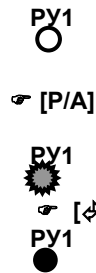

Рисунок 4.1 – Режимы работы регулятора МИК-122Н
4.6.1.4 Режим работы регулятора - автоматический или ручной является *запоминаемым состоянием*. После включения питания регулятор находится в том режиме, в котором он находился на момент отключения (рисунок 4.1).